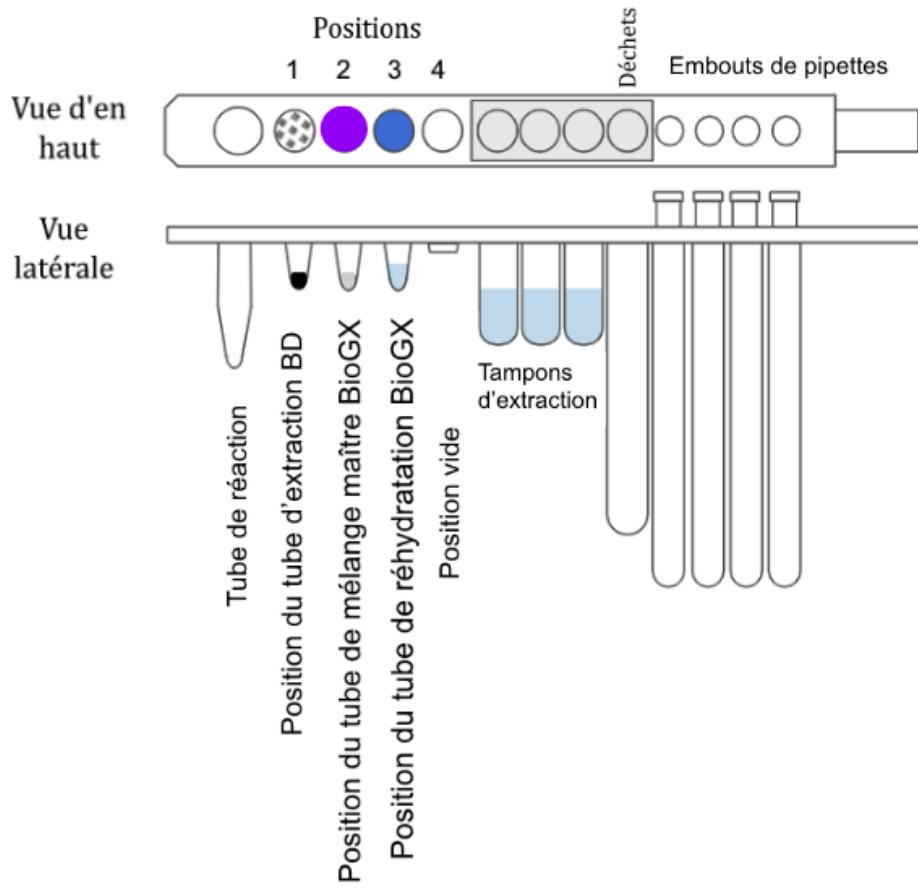

Figure 1 – Schéma des bandelettes réactives unitaires BD MAX™ ExK™ à 4 points
4. Placez un tube d'extraction BD MAX™ ExK™ DNA-3 à la position 1 (point 1) de chaque bandelette réactive unitaire (figure 1).